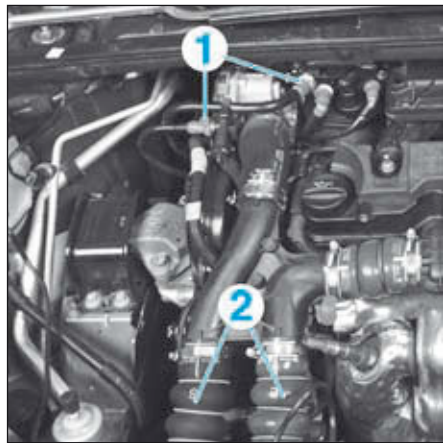

FIG.104
- Débrancher et obturer les canalisations d'alimentation en carburant (1) (Fig.104).
- Déposer les raccords d'air de suralimentation (2) de l'échangeur air/air.